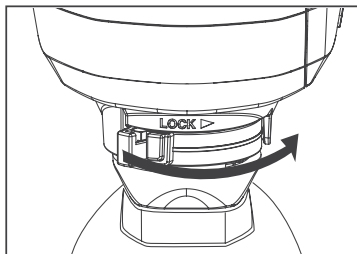

Abbildung 3
4. Die Lasche am Befestigungsring nach rechts bewegen, bis er einrastet. (Siehe Abbildung 3)